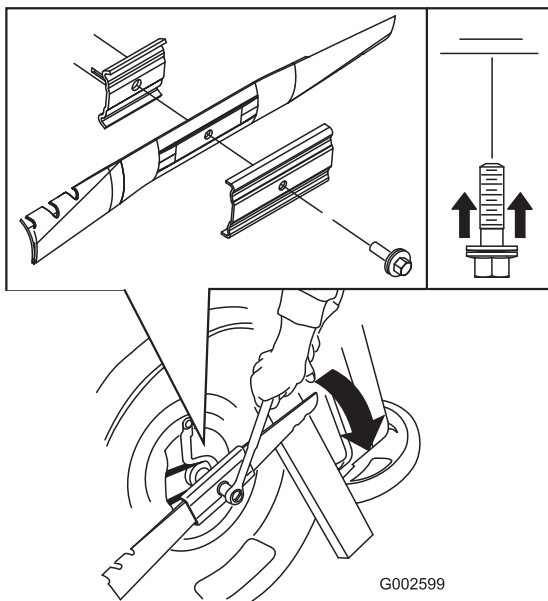

Figure 26
5. Montez la lame neuve (tournez le boulon de fixation dans le sens horaire) ainsi que toutes les fixations (Figure 26).